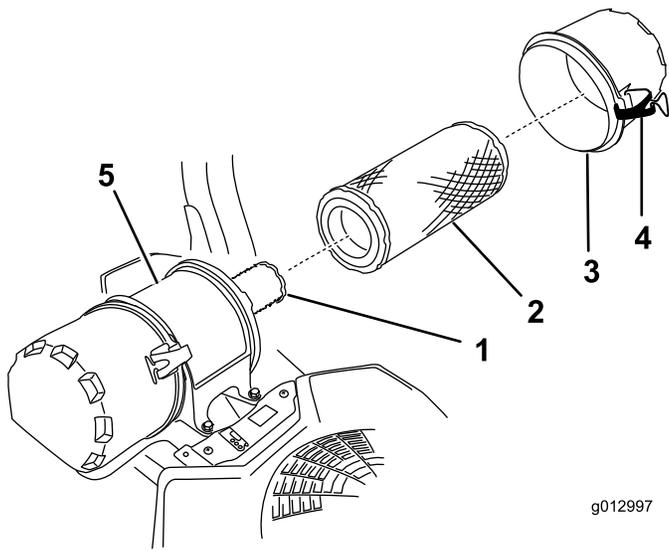

Figura 61
6. Abra los cierres del limpiador de aire y tire de la tapa de la entrada de aire para separarla del cuerpo del limpiador de aire (Figura 61).
8. Extraiga con cuidado el filtro primario de la carcasa del limpiador de aire (Figura 61).
2. Si va a cambiar el filtro interno, deslícelo cuidadosamente en el cuerpo del filtro (Figura 61).
3. Deslice cuidadosamente el filtro primario por encima del filtro de seguridad (Figura 61).
4. Instale la tapa del limpiador de aire y fije los cierres (Figura 61).